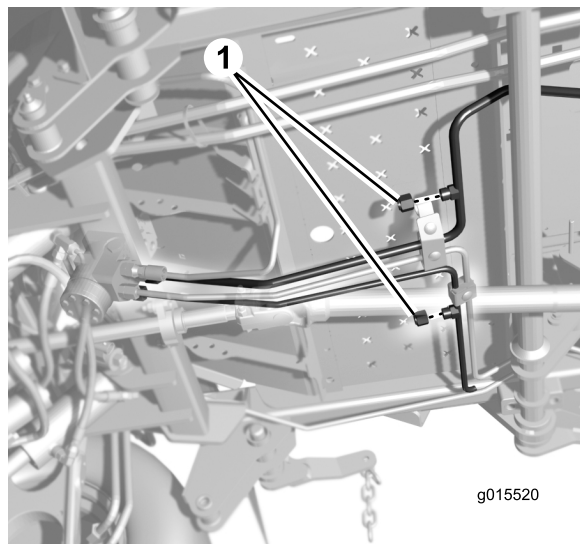

図 8
1. 油圧チューブのキャップの下にオイル受けを置く 図 8。
2. 油圧チューブマシンのキャップを外す 図 8。大量のオイルが流れ出てしまわないように、チューブのキャップは、取り付けるときに外すこと。